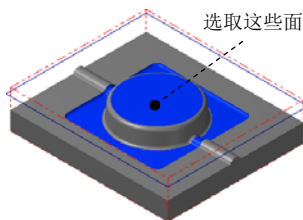

图 12.22 选取干涉面
(2) 单击 **检测** 区域中的 按钮, 选取图 12.22 所示的面为干涉面 (共 25 个), 然后按 Enter 键。
(3) 单击 按钮，完成加工区域的设置，同时系统弹出“曲面精加工等高外形”对话框。